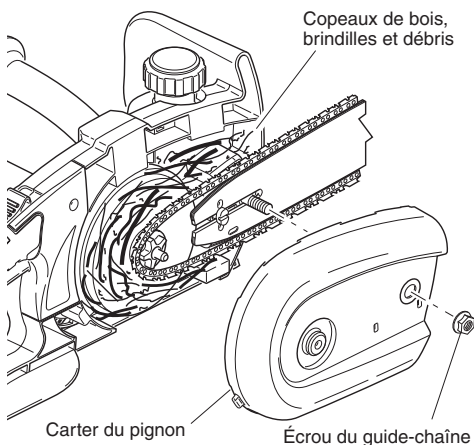

Figure 10 - Retrait du couvercle du pignon et élimination des débris
2. Dévisser et retirer l'écrou du guide-chaîne (voir la Figure 10, page 51).